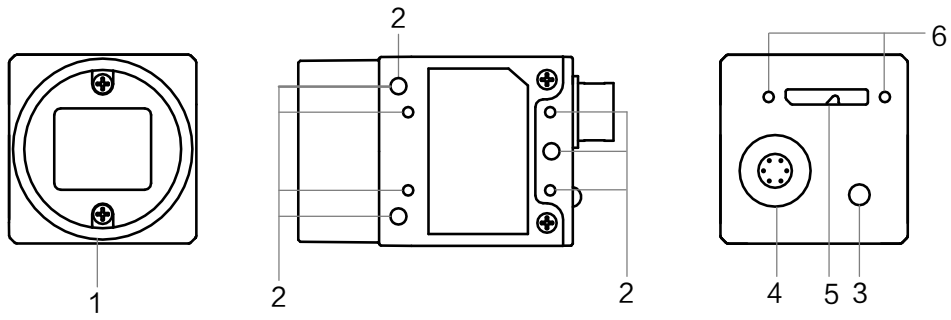

图1-2 29 mm × 29 mm × 30 mm, USB 接口在上
- 图 1-2 为尺寸 29 mm × 29 mm × 30 mm，USB 接口在上的 USB3.0 工业面阵相机外观。